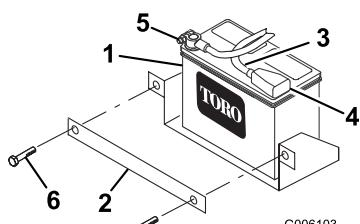

Bild 5
- Schieben Sie die Batterie in die Maschine und befestigen Sie diese mit der vorher abgenommenen Klemme und den Befestigungen (Bild 5).
- Schließen Sie das Pluskabel (rot) mit der mit der Batterie mitgelieferten Schraube und Mutter am (+) Pluspol an (Bild 5). Schieben Sie die Gummiabdeckung über den Batteriepol.
- Schließen Sie das Minuskabel (rot) mit der mit der Batterie mitgelieferten Schraube und Mutter am (-) Minuspol an (Bild 5).